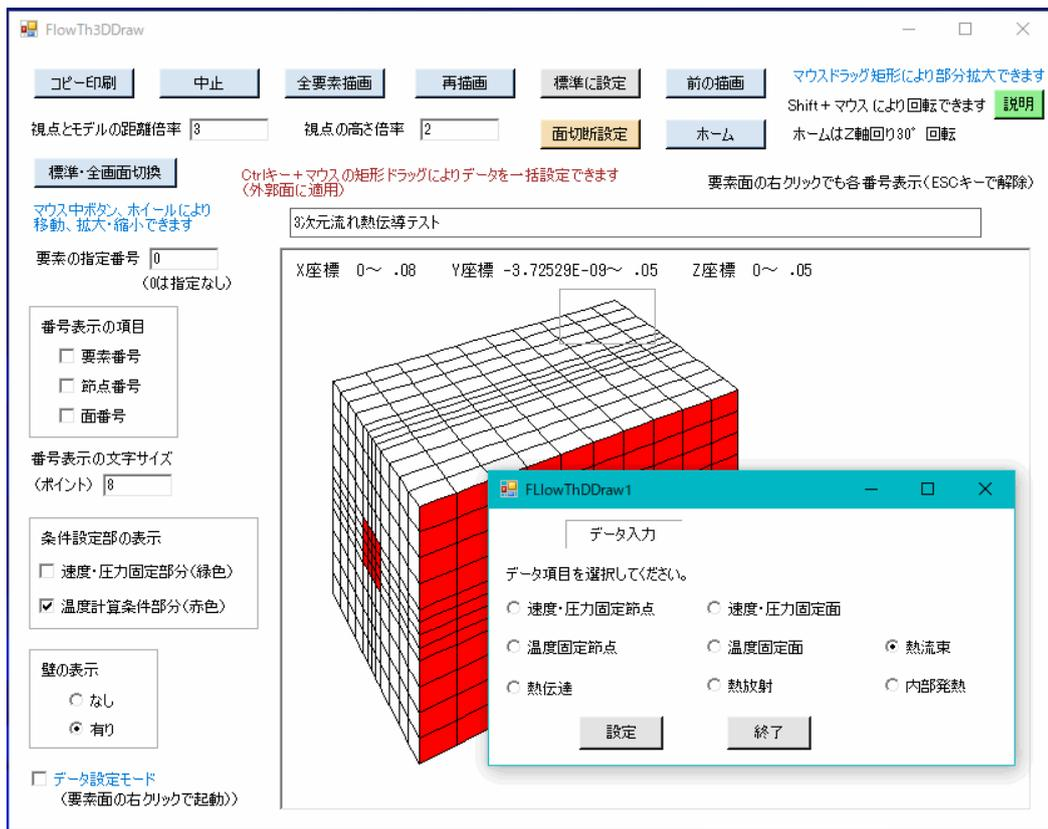
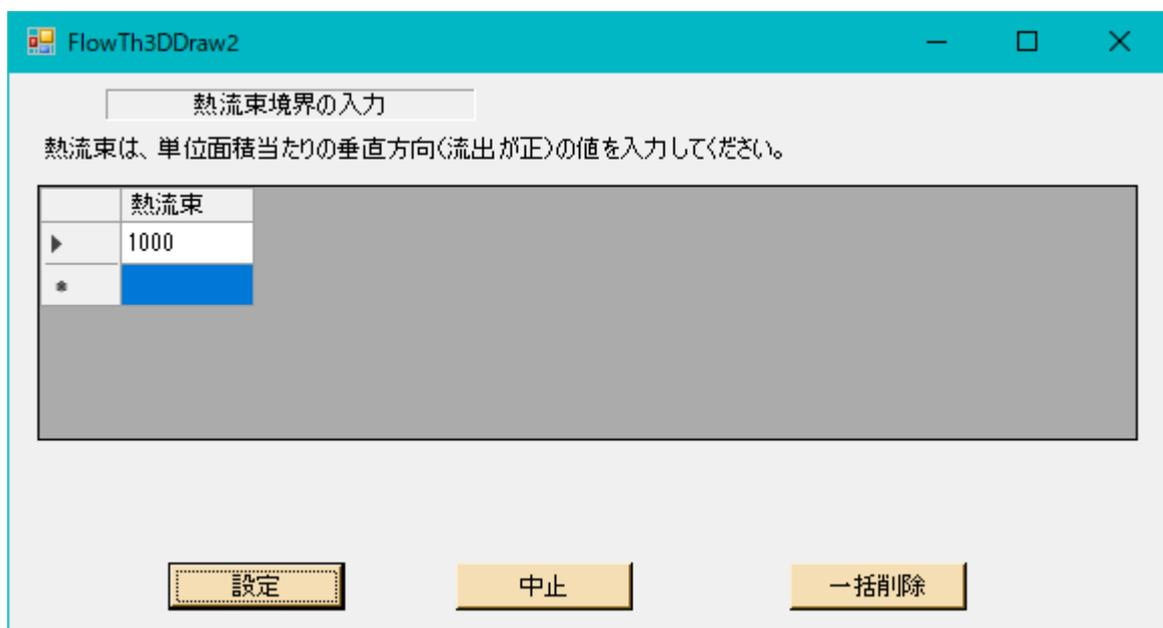
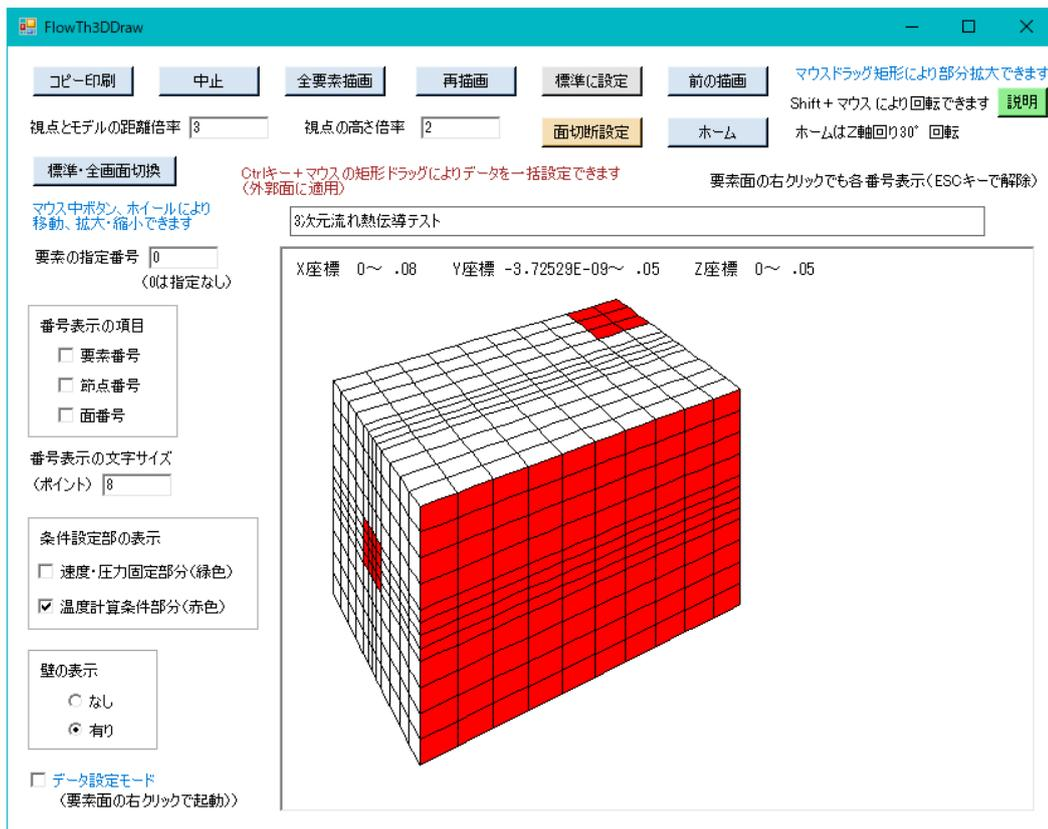

図4-25 構造作画の「Ctrlキー+マウス」ドラッグ矩形によるデータ項目選択画面
図4-26 構造作画における一括設定データ入力画面例
図4-27 一括設定終了後の構造作画の画面例（熱流束境界の場合）
16) 「Ctrlキー+マウス」で矩形ドラッグすると、図4-25のようにデータ項目選択画面が出て、境界条件等のデータを一括設定できます。矩形の囲む必要範囲は、条件項目により要素面、または節点の任意の領域となります。ただし、要素面は外周の面（穴の面を含む）に限定されます。
◇図4-25の画面でいずれかのデータ項目を選択し、「設定」ボタンをクリックすると図4-26のデータ入力画面に移ります。同図は熱流束境界データの入力画面ですが、他のデータ項目でも同様です。同図でのデータ入力は、一括設定のために番号等の表示が省略されている以外は、前述の「データ入力・修正」サブメニュー以降の各データ入力画面と同様です。ただし、「一括削除」ボタンが追加されています。図4-26で「設定」ボタンをクリックすると、データが一括設定され、図4-27のように構造画面に反映されます。また、「一括削除」ボタンをクリックすると、既存のデータが一括して削除されます。